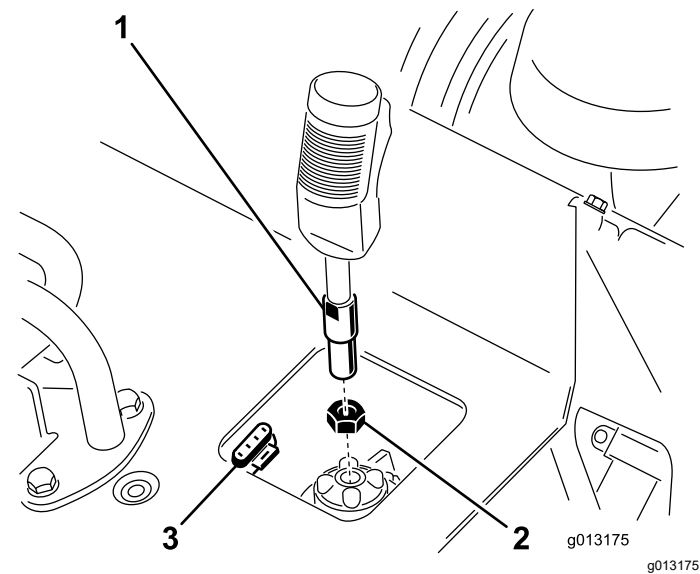

Figura 3
1. Enrosque la contratuerca sobre la palanca de control del desbastador (Figura 3).
2. Enrosque la palanca de control del desbastador en el alojamiento del panel de control (Figura 3).
3. Con el gatillo orientado hacia adelante, apriete la contratuerca contra el alojamiento para sujetar la palanca (Figura 3).
4. Conecte el cable de la palanca al conector de 4 pines situado debajo del panel de control (Figura 3).